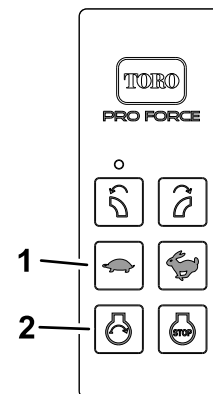

Bild 23
2. Um die Scheinwerfer EIN oder AUS zu schalten, drücken Sie die Tasten der Handfernbedienung (Bild 23) in der folgenden Reihenfolge: